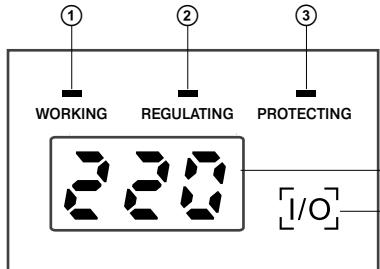

Рис. 1. Панель управления
4. ОПИСАНИЕ (СМ. РИС. 1, 2 И 3)
- ① СЕТЬ: индикатор (зеленый), горит когда стабилизатор включен.
- ② СТАБИЛИЗАЦИЯ: индикатор (желтый), горит в режиме стабилизации.
- ③ ЗАЩИТА: индикатор (красный), горит в случае аварии (включение защиты от высокого/низкого напряжения, срабатывание термозащиты автотрансформатора), мигает при отработке задержки включения.
- ④ Цифровой индикатор: по умолчанию отображает уровень выходного (непрерывное свечение)/выходного(прерывистое свечение) напряжения (погрешность отображения $\pm 3\%$); «Н» — отображается при отключении из-за повышенного напряжения; «L» — отображается при отключении из-за пониженного напряжения; «С» — отображается при срабатывании защиты от перегрева; Во время паузы в окошке индикатора отображается обратный отсчет времени (до включения стабилизатора).
- ⑤ I/O: кнопка выбора отображения на индикаторе входного (Input) или выходного (Output) напряжения.
- ⑥ Кронштейны для настенного крепления.
- ⑦ Выходная розетка.
- ⑧ Пауза: кнопка выбора задержки (6 или 180 с) включения: при нажатой кнопке время задержки включения составит 180 с, при ненажатой — 6 с.
- ⑨ RESET/OFF: биметаллический размыкатель.
- ⑩ Шнур питания.